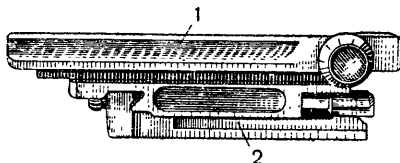

Рис. 33. Затвор:
28. Затвор (рис. 33) служит для досылания патрона в патронник, запираania канала ствола при выстреле, производства выстрела, извлечения гильзы (патрона) из патронника и постановки курка на боевой взвод.